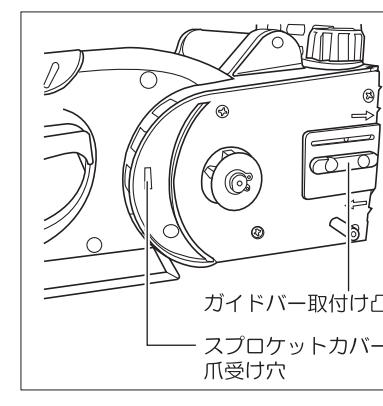

図12
- ③ガイドバーの長穴を、本体ガイドバー取付け凸に合わせてください。(図12参照)
- ④スプロケットカバーをかぶせて、ソーチェーンダイヤルを右に回し軽くソーチェーンを張ってください。
- スプロケットカバーの爪を、本体の爪穴に先に差込んでからかぶせてください。(図12参照)
- ⑤ソーチェーンの張り方法(9ページ)①～④を参照して、ソーチェーンを張ってください。